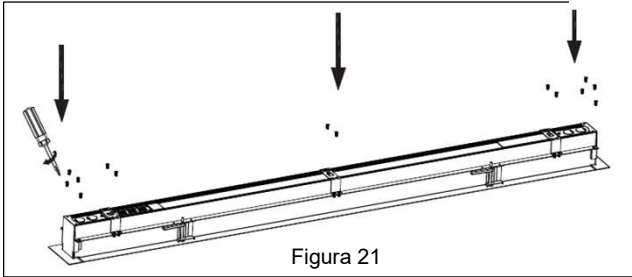

Figura 21
4. Asegura el soporte de montaje a la lámpara con los tornillos incluidos. **Ver Figura 21.**